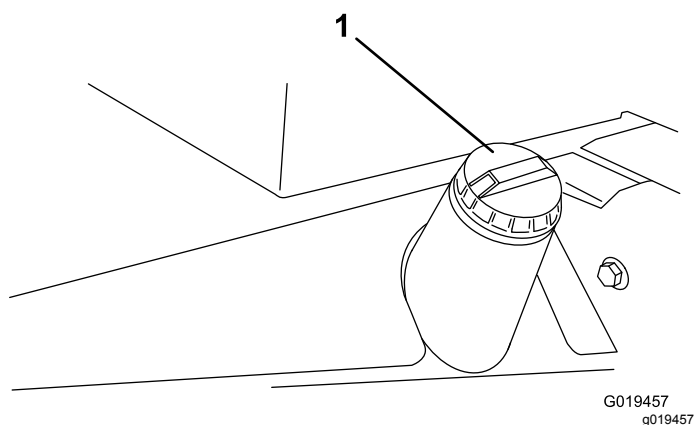

Figura 27
3. Togliete il tappo dal serbatoio carburante (Figura 27).